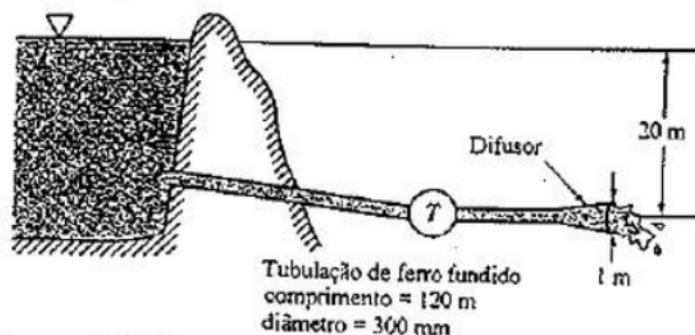

Figura P8.91
8.91 A potência da turbina indicada na Fig. P8.91 é 400 kW. Determine a vazão na turbina se (a) as perdas de carga forem desprezíveis e (b) a única perda relevante é a distribuída. Admita $f = 0,02$. Observação: A solução deste problema pode ser múltipla ou não existir.